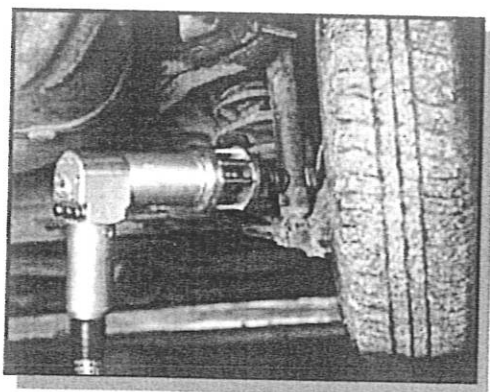

Fig.19 - Pistola foratrice aspirante per liquido
8. Aspirazione con pistola foratrice del liquido delle sospensioni -fig.19.